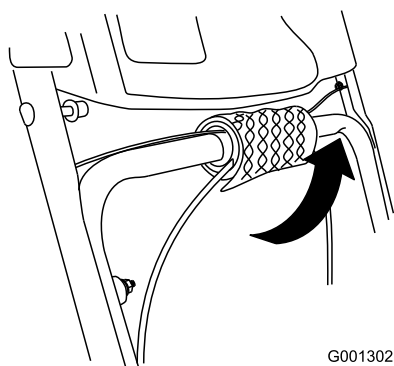

Figura 6
1. Togliete il pluriball dai cavi sulla stegola inferiore (Figura 6).